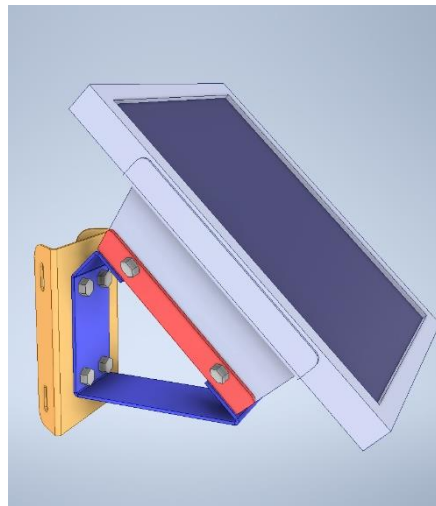

Fig.14
- 2-Assemblare anche la “staffa a 45°” e la “staffa a palo” con altre 4 viti M6x12 con relativi dadi autobloccanti (Fig.14)